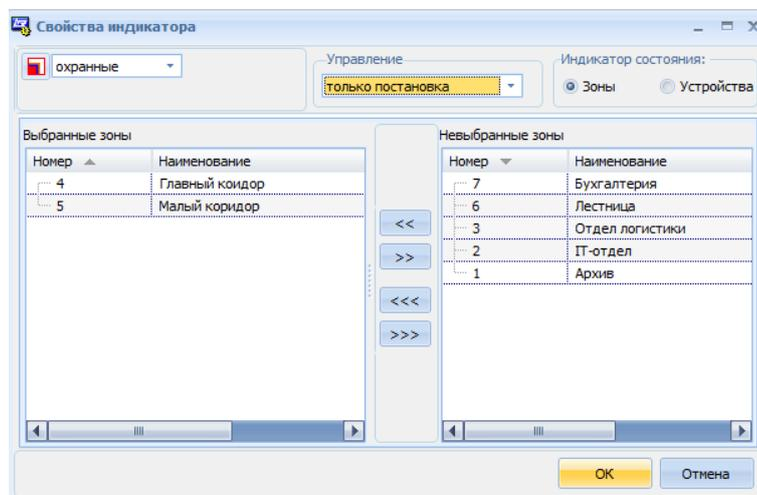

Рисунок 4.11 Окно «Свойства индикатора», Зоны
- 4) В открывшемся окне «Свойства индикатора» выбрать, что будет привязано к данному индикатору зоны или устройства, простановкой флажка в правом верхнем поле (Рисунок 4.11).